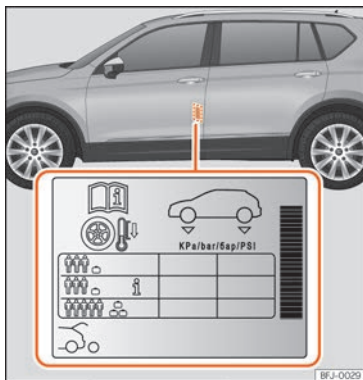

Fig. 250 Localização do autocolante da pressão de ar dos pneus.
- Adapte a pressão dos pneus à carga transportada pelo veículo » **Fig. 250**.
Os valores da pressão de enchimento indicam-se na etiqueta autocolante situada na zona posterior da moldura da porta dianteira esquerda » **Fig. 250**.
Dependendo do veículo, pode adaptar-se a pressão de ar dos pneus para meia carga para aumentar o conforto de condução (pressão de ar dos pneus **i** » **Fig. 250**). Quando se circula com a pressão de ar de conforto, o consumo de combustível pode aumentar ligeiramente.
A pressão dos pneus tem de ser ajustada à carga momentânea do veículo. Se pretender utilizar o veículo com a carga máxima, terá de aumentar a pressão dos pneus para o valor máximo indicado na etiqueta » **Fig. 250**.
No caso de uma roda de emergência mais estreita (125/70 R18), encher a 4,2 bar de pressão segundo indicado na etiqueta de pressão dos pneus » **Fig. 250**.
- O condutor é responsável por garantir que todos os pneus do veículo estejam cheios com a pressão correta. A pressão de ar recomendada está indicada num autocolante » Fig. 250.
- Com os pneus a frio, deve manter-se sempre a pressão indicada no autocolante » Fig. 250.